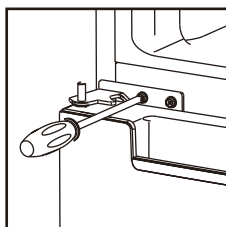

Рисунок 15
7. Навесьте нижнюю дверь, прикрутите центральную дверную петлю (рис. 15).